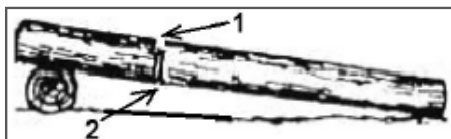

Рис. 14. Пропилы при раскряжевке дерева на одной опоре
2. Бревно лежит на одной опоре (Рис. 14). Разгрузочный пропил (1) на 1/3 бревна делается сверху. Основным пропилом (2) делается снизу навстречу разгрузочному пропилу.